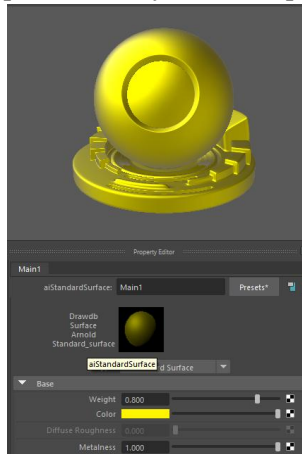

Рис. 5.16. Процес вибору та задання матеріалу
3. Задати назву матеріалу та колір. Для цього у вкладці *Base*, необхідно задати колір та налаштувати матеріал (рис. 5.16).